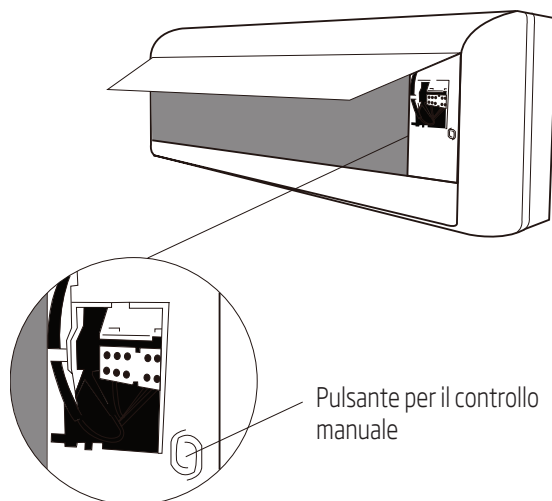

Fig. 6.1
2. Il pulsante MANUAL CONTROL (CONTROLLO MANUALE) è situato a destra dell'unità. Premerlo 2 volte per selezionare la funzione COOL (Raffreddamento). (Consultare la Fig. 6.1)